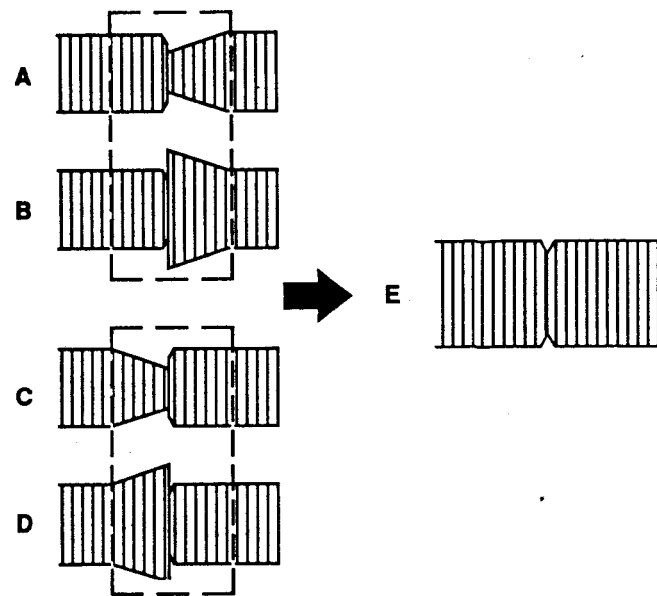

Fig. 37
- If the FM envelopes are displayed as shown in examples "A" and "B" in Fig. 37 adjust with the Run-in Tape Guide Bolt P2 so that the FM envelopes are as shown in Fig. 37 - "E".
- If the FM envelopes are displayed as shown in example "C" or "D" in Fig. 37, adjust with the Run-out Tape Guide Bolt P3 so that the FM envelopes are as shown in Fig. 37 - "E".
- Se l'involuppo (FM dal nastro) si presenta come negli esempi A e B della fig. 37, effettuare una regolazione con l'aiuto del perno P2 all'ingresso del nastro finchè risulta come nell'esempio E.
- Se l'involuppo è invece uguale agli esempi C o D (fig. 37), regolare il perno P3 all'uscita del nastro in modo ottenere l'oscillogramma dell'esempio E.